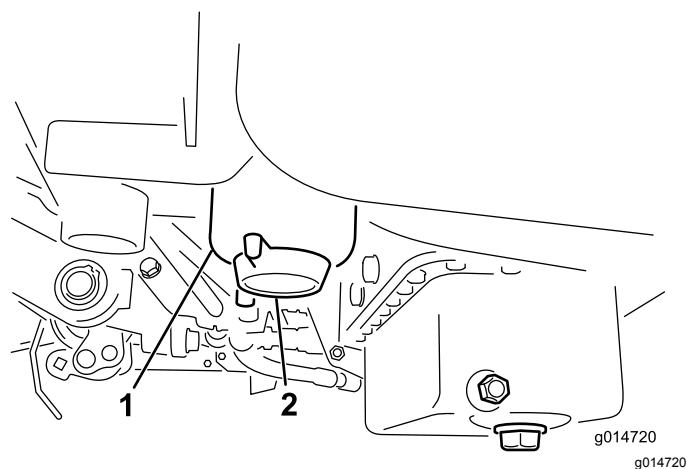

图26
3. 打开燃油滤清器上的排油塞大约旋转一周排干积水 图26。